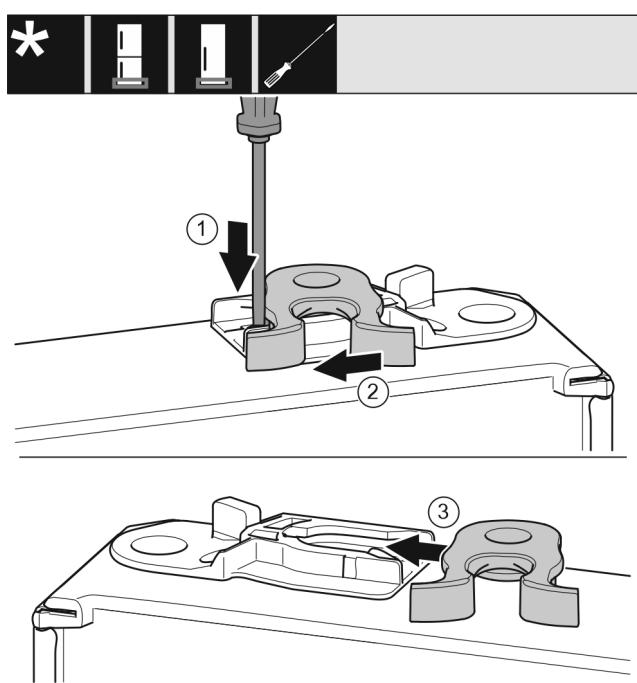

Fig. 17
- ▶ За допомогою шліцевої викрутки притисніть уніз накладку. Fig. 17 (1)
- ▶ Витягніть із напрямної запірний гачок. Fig. 17 (2)
- ▶ Вставте запірний гачок у напрямну з іншого боку. Fig. 17 (3)